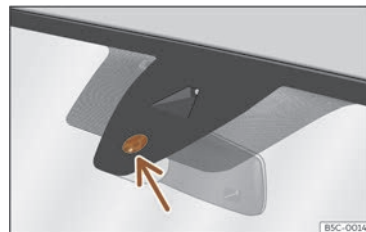

Fig. 82 Surface sensible du détecteur de pluie.
Les possibles causes d'anomalies et d'interprétations erronées *dans la zone de la surface sensible* >>> **fig. 82** du détecteur de pluie peuvent être :
- **Saletés** : la poussière sèche, la cire, le revêtement des glaces (effet lotus) ou les restes de détergent (station de lavage) peuvent réduire l'efficacité du détecteur de pluie, ralentir son temps de réaction ou annuler son fonctionnement. Nettoyez régulièrement la surface sensible du détecteur de pluie >>> **fig. 82** (flèche) et vérifiez l'état des balais.